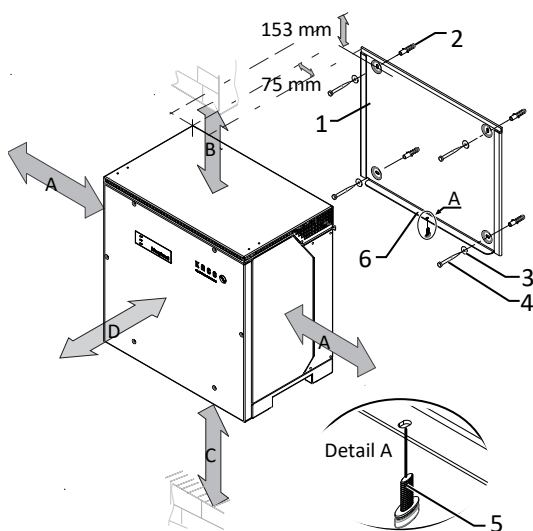

Abb. 10: Mindestabstände für Wandmontage
- 3 Beiliegende Schraube an der Lasche der Halterung einsetzen und Gerät zur Sicherung gegen Ausheben befestigen [X T30 /  2 Nm] ( [Siehe Abbildung 10] [▶ Seite 47]).